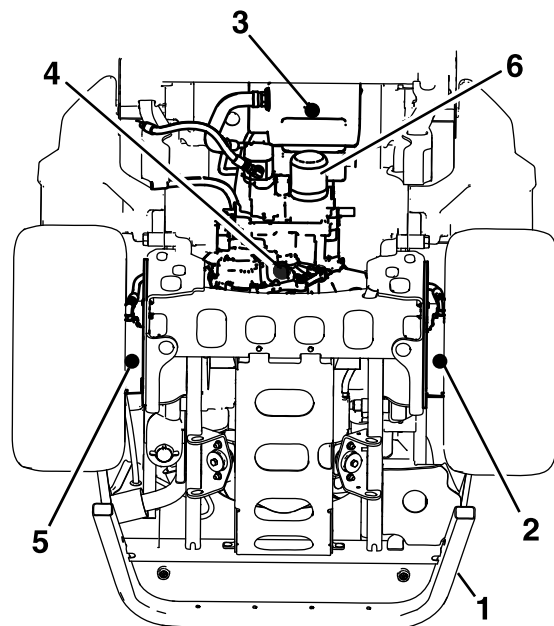

Figura 68
4. Posizionate una bacinella di spurgo grande sotto il serbatoio idraulico, la scatola della trasmissione e i motori della ruota destra e sinistra (Figura 68).
5. Rimuovete i tappi di spurgo da ogni zona e procedete allo spurgo del fluido idraulico (Figura 68).
6. Pulite la zona attorno al filtro del fluido idraulico e rimuovete il filtro (Figura 68).